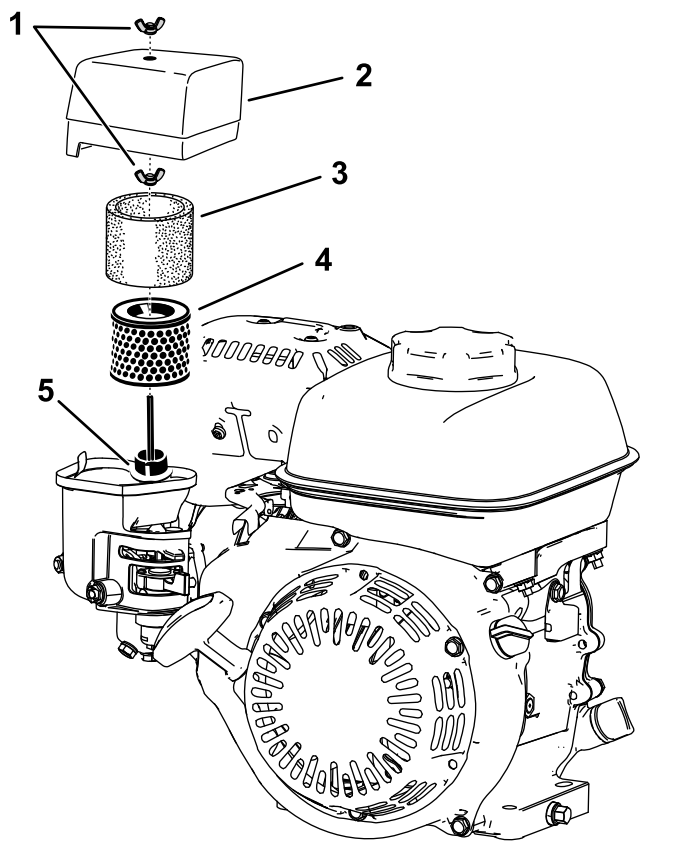

Figura 31
- Îndepărtați piulă fluture care fixează capacul filtrului de aer (Figura 31).